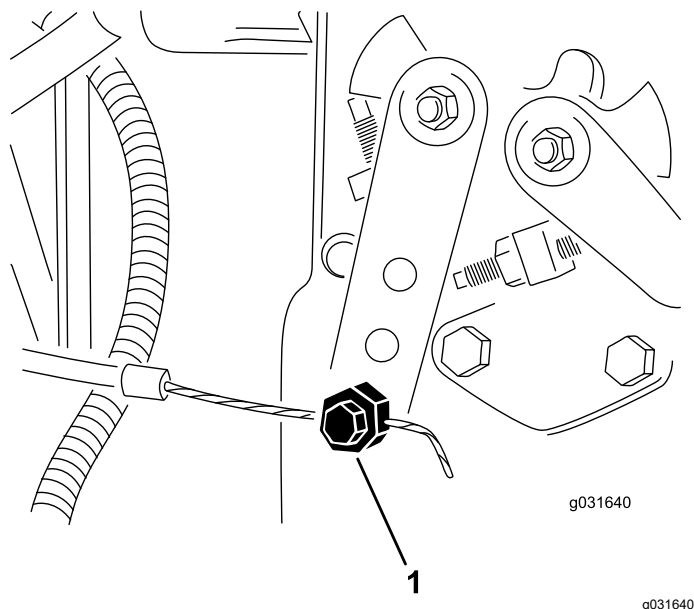

図 62
2. 噴射ポンプのレバーアーム 図 62 の部分にあるスロットルケーブルのコネクタをゆるめる。